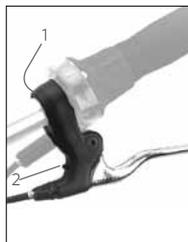

FIGURE 33:
- Levier de frein, type montagne : pour les cintres droits ou de montagne (Figure 33).
- Localisez la vis de réglage de la course (Figure 33) et tournez-la. Pour réduire la course, tournez la vis dans le sens des aiguilles d'une montre. Pour augmenter la course, tournez la vis dans le sens inverse des aiguilles d'une montre.